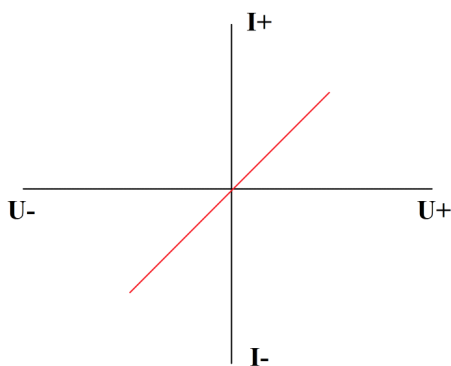

Рисунок 37. График ВАХ резистора.
- ВАХ резистора выглядит как наклонная линия в направлении справа налево (Рисунок 37).